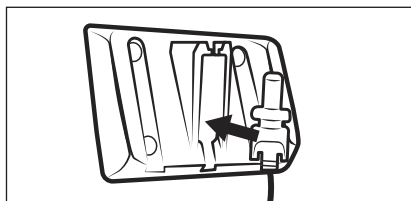

Fig. 4
- 1) Inserte el conector coaxial **11** del adaptador de red **10** en el soporte mural **18** (consulte la fig. 4). Gire el conector coaxial **11** para fijarlo.